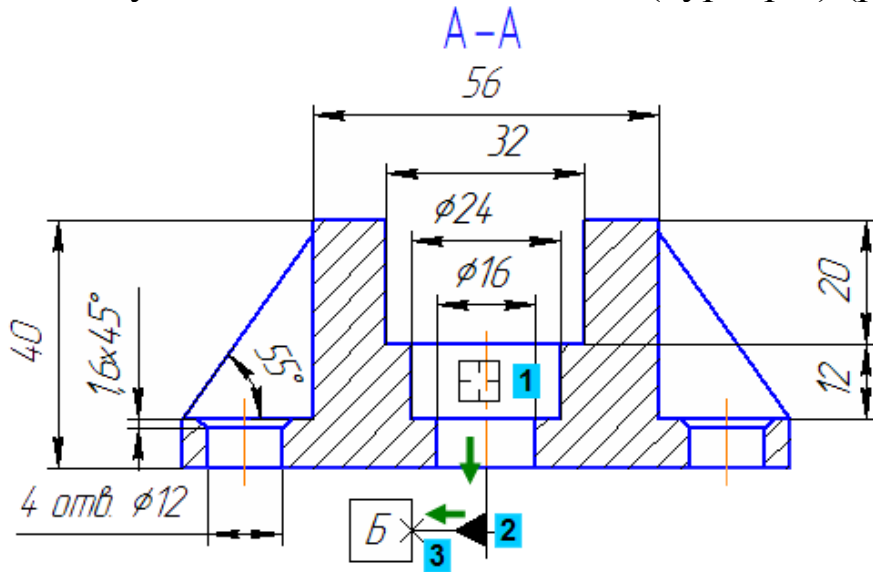

Рисунок 64.
- Укажите осевую линию в любой ее точке (курсор 1) (рис. 64).